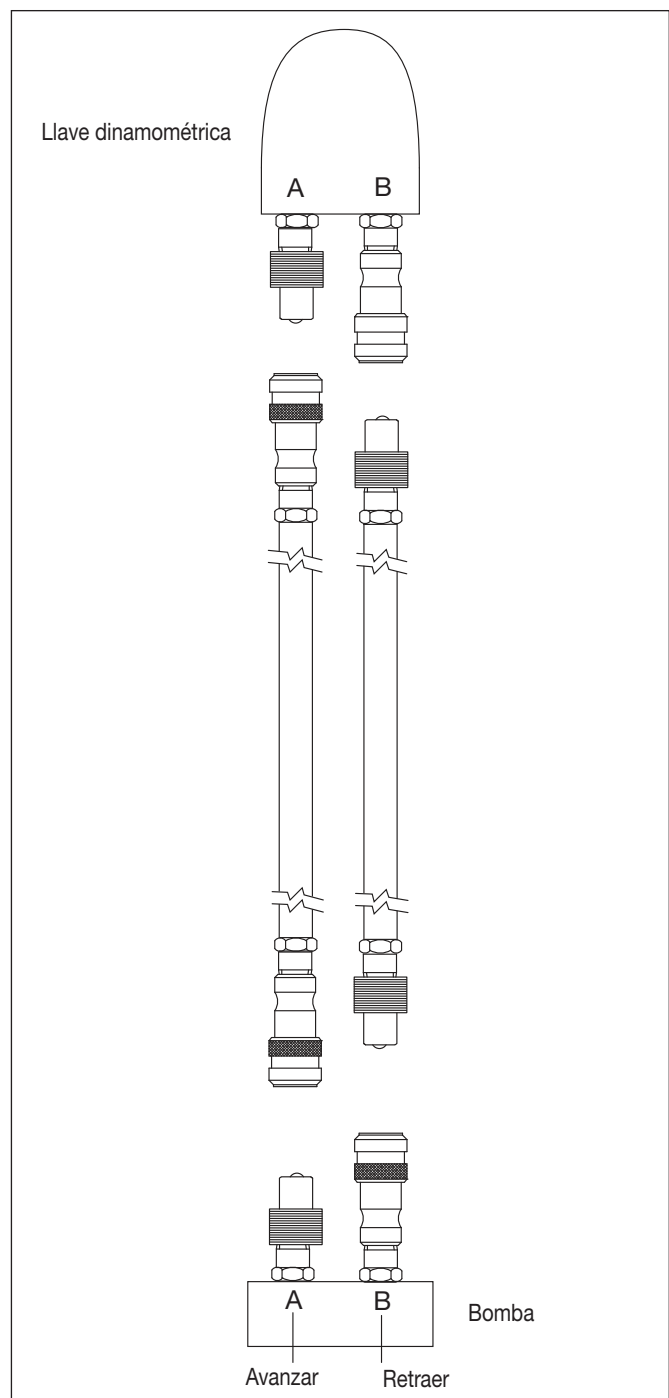

Figura 4: Conexiones a la llave dinamométrica
2. Acople las mangueras a la llave dinamométrica como se muestra en la Figura 4. Apriete a mano los anillos de bloqueo del acoplamiento. Cuando se utiliza la combinación de bomba y llave dinamométrica de Enerpac, las mangueras y los acoplamientos están diseñados de tal manera que el puerto de avance de la bomba solo se puede conectar al puerto de avance de la llave, y el puerto de retroceso de la bomba solo se puede conectar al puerto de retroceso de la llave.